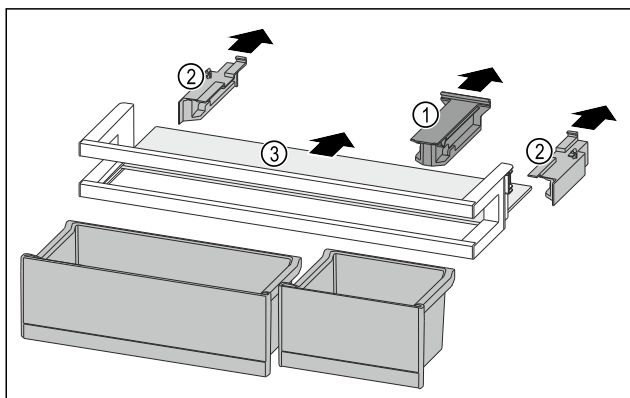

Fig. 239
- Витягніть кріпильний елемент Fig. 239 (1).
- Витягніть бічні елементи Fig. 239 (2).
- Дістаньте полицю Fig. 239 (3).